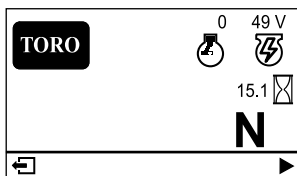

Figure 16
- **Écran d'information principal (Figure 16) :** affiche les données actuelles de la machine quand la clé est à la position CONTACT.